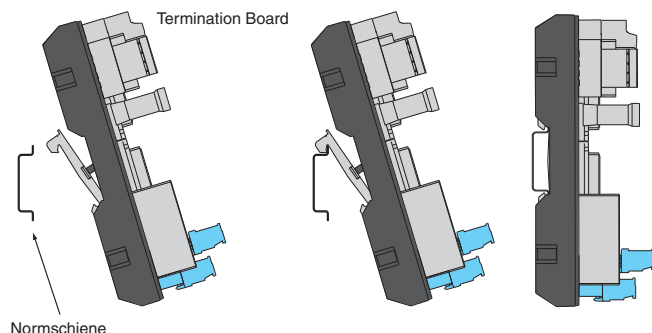

Abbildung 7 Korrekte Montage des H-System-Termination Boards
- Setzen Sie das Termination Board auf die Normschiene (Abbildung 7).